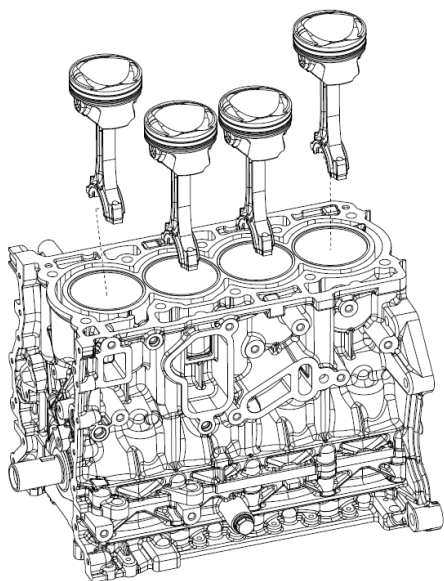

图 C-13 活塞连杆组的装配
- 4)、将拆卸连杆盖后的活塞连杆总成装配到缸孔中，活塞顶面箭头必须指向发动机前端，见图 C-13，注意：在装配过程中，确保活塞环收缩在环槽内，确保装配顺畅，避免暴力装配；